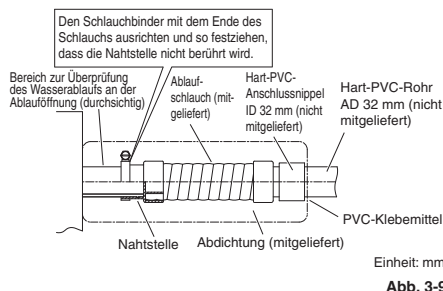

Abb. 3-9
- (1) Standard-Hart-PVC-Rohr (Außendurchmesser: 32 mm) als Ablaufleitung zusammen mit dem mitgelieferten Ablaufschlauch und dem Schlauchbinder verwenden, um Undichtigkeiten zu vermeiden. Das PVC-Rohr muss separat gekauft werden. Das Schauglas an der Ablauföffnung gestattet die Kontrolle des Abflusses. (Abb. 3-9)
- Das Ablassrohr einschieben, bis dieses auf dem Anschlussnippel aufsitzt, wie in Abb. 3-9 gezeigt; danach das Rohr mit der Schlauchschelle gut befestigen.
- Die Schlauchschellen beim Festziehen so positionieren, dass die Sicherungsmuttern nach oben weisen. (Abb. 3-9)